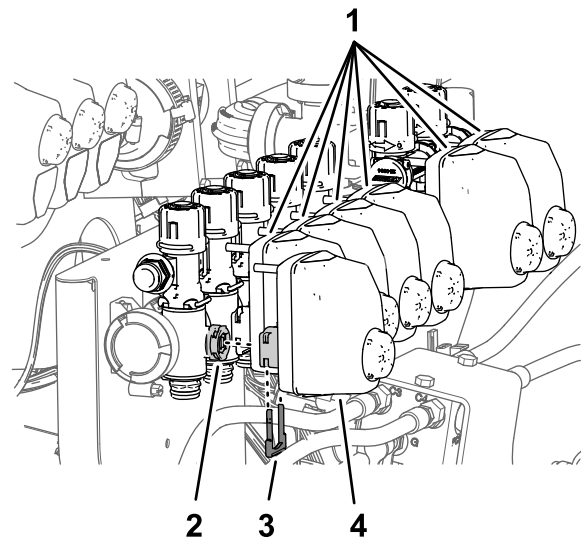

Figura 97
- Retire los actuadores de válvula de las válvulas de boquilla 1 a 7 (Figura 97).
- Retire las horquillas de retención que sujetan los actuadores de válvula de las válvulas de boquilla 1 a 7 (Figura 97).
10. Monte los actuadores de válvula en las válvulas de boquilla 1 a 7 (Figura 97) con las horquillas de retención que retiró en el paso 1.